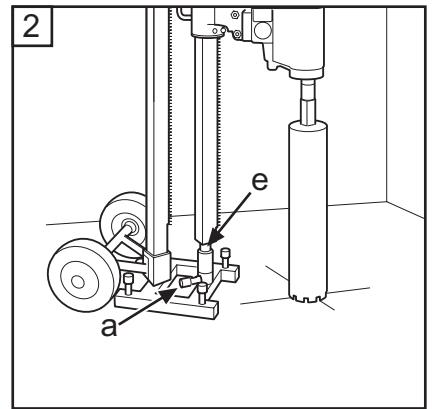

Fig.15
5. Controlar la posición de la broca de corona. Ajustar la columna de perforación aflojando los dos tornillos de fijación (b y c). Aprieta bien los tornillos antes de empezar a perforar. Bloquear el tornillo de puntal en el mangote de bloqueo con el tornillo de fijación (a) y la tuerca (e), apretando con una llave de 24/30 mm (fig. 15).
5. Controlar a posição da coroa da broca. Ajustar a coluna de perfuração afrouxando os dois parafusos de fixação (b e c). Apertar bem os parafusos antes de iniciar a perfuração. Bloquear o parafuso de escora no casquilho de bloqueio com o parafuso de fixação (a) e a porca (e), e apertar com chave de 24/30 mm (Fig. 15).
5. Check the position of the drill bit. Adjust the drill column by loosening both locking screws (b and c). Tighten the screws correctly before drilling. Lock the support column screw in the locking sleeve with the locking screw (a) and nut (e), tighten with a 24/30 mm spanner (Fig. 15).